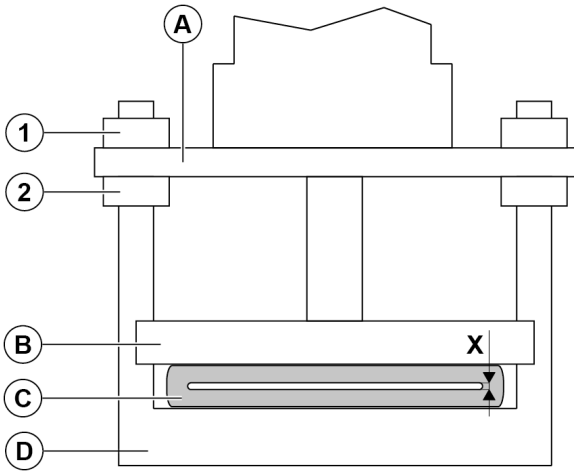

图15.
3. 如果阀门配备助开带, 松开夹紧杆处的固定螺钉(8个), 然后拉出助开带(图15)。
3. 打开阀门半体之间的螺钉(7), 然后分离下阀体。如果阀门配备助开带, 将其(17)从上夹紧杆(3)和下夹紧杆(4)上分离(8个螺钉)(图15)。